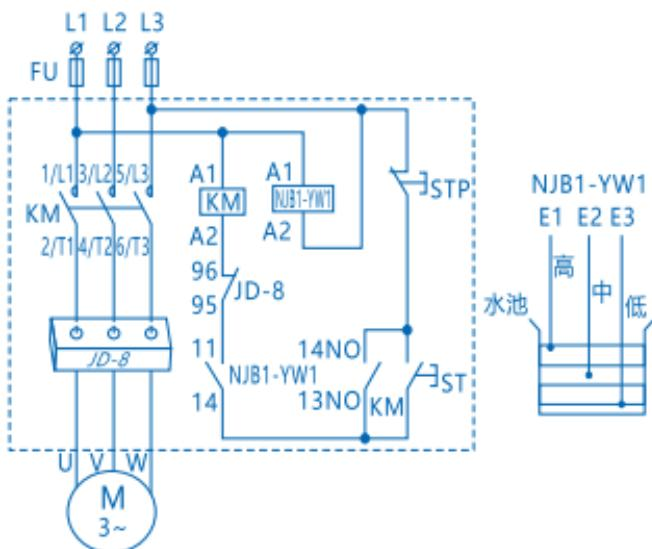
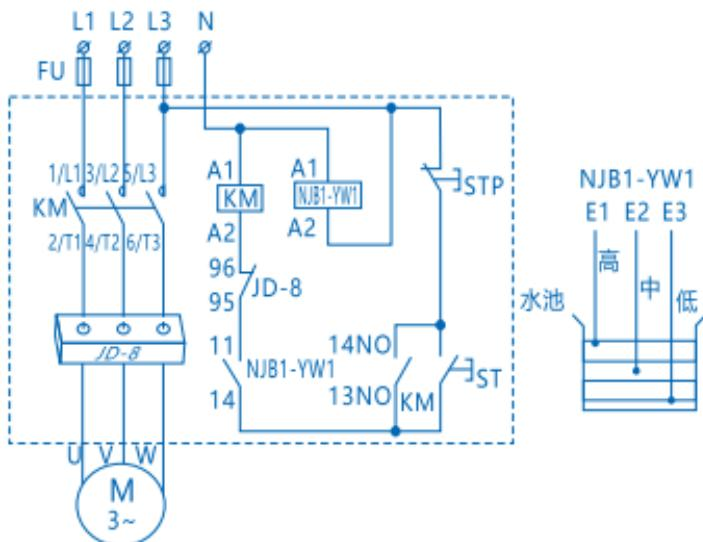
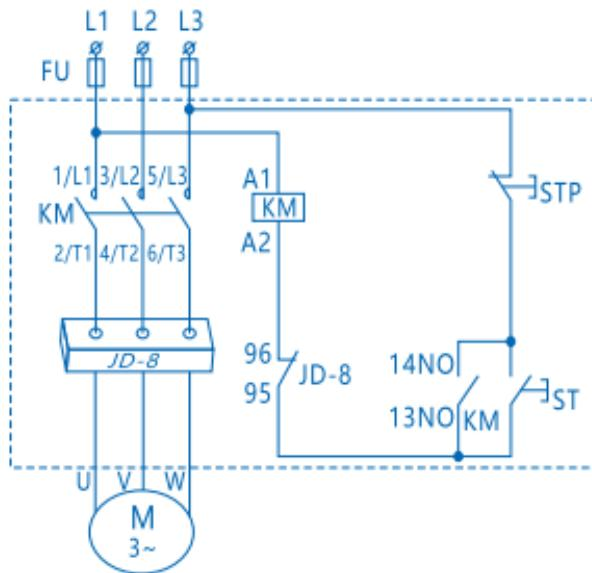
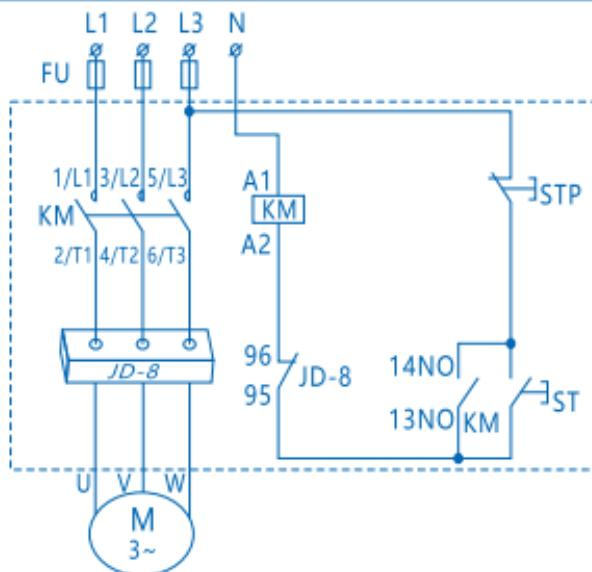

图2 NJBK5-10控制器控制电路与主电路电压相同为AC380V时接线图
图3 NJBK5-10控制器主电路电压为AC380V，控制电路电压为AC220V时接线图
图4 NJBK5-10D控制器控制电路与主电路电压相同为AC380V时的接线图
图5 NJBK5-10D控制器主电路电压为AC380V，控制电路电压为AC220V时的接线图
6.1 NJBK5-10控制器的接线图：见图2、图3；NJBK5-10D控制器的接线图：见图4、图5。
- 本控制器出厂时，控制电路的接线均已接好，用户只需按接线图将虚线部分的主电路进、出线接好即可；控制器内液位继电器三条检测电极E1、E2、E3，用户需按高、中、低位置安装于被控制水池中，端头部分应导电性良好（控制器的接线图见图2~图5或见控制器盖内壁的接线图）。